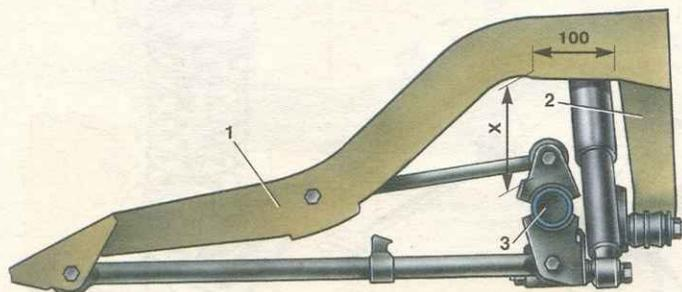

Рис. 5.32. Схема установки задней подвески: 1 - лонжерон кузова; 2 - кронштейн поперечной штанги; 3 - балка заднего моста; X = 125 мм
– нагрузите заднюю часть автомобиля так, чтобы расстояние от балки моста до лонжерона кузова, замеренное в 100 мм от кронштейна поперечной штанги (рис. 5.32), составляло 125 мм;